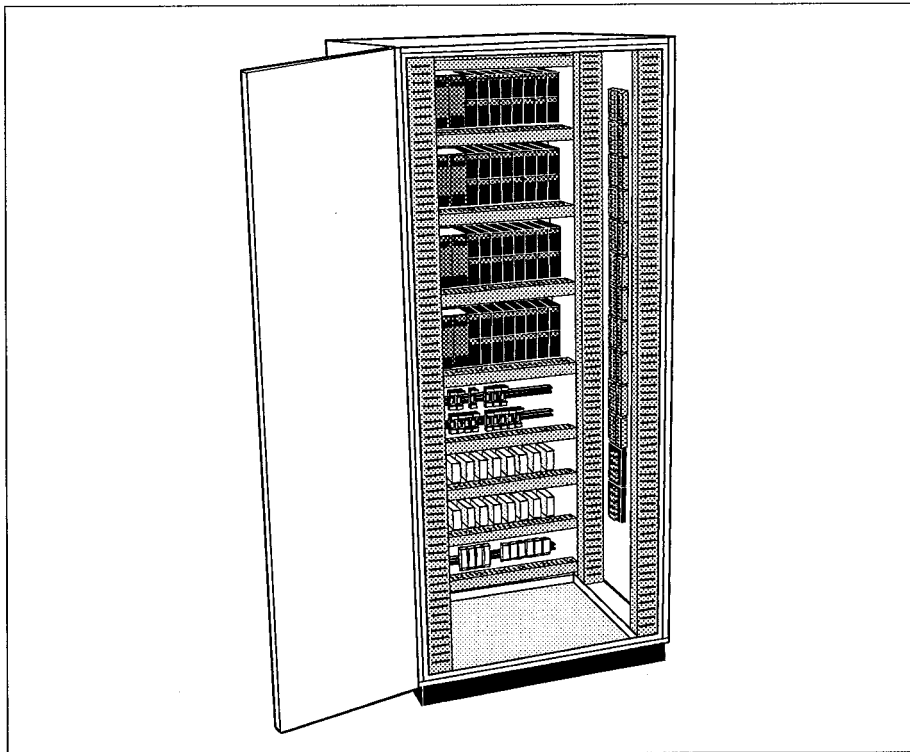

Figure 1-3 Armoire série T7540 — exemple
- **Algorithmes utilisateur ST.** Des blocs ACTION spéciaux permettent d'utiliser des algorithmes utilisateur définis en texte structuré (ST), et sont particulièrement adaptés à la mise en oeuvre des instruments logiques de l'installation.
- **Unités de conduite TACTICIEN série T7540.** (figure 1-3). Les contrôleurs d'unités peuvent être livrés dans différentes configurations d'armoires, que ce soit en montage mural ou individuel avec un maximum de quatre contrôleurs d'unités par baie et une zone de connexion séparée. Les alimentations, les connexions standard, les alimentations des transmetteurs et les coordinateurs d'unités en option sont également intégrés dans les armoires. Les régulateurs de process multi-boucles T640 ou un poste opérateur T1500 peuvent également être montés dans la porte avant de l'armoire.